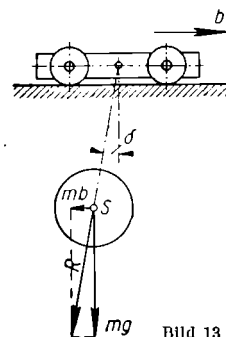

Bild 13
a) Unter welchem Winkel δ gegen die Lotrechte (Bild 13) schlägt dabei die frei herabhängende Lastkette aus, wenn sie am unteren Ende eine Last 1800 kp trägt (Eigengewicht der Kette werde vernachlässigt)?
Lösung: a) Die Massenträgheitskraft $P = mb$ der Last wirkt waagrecht, der Fahrtrichtung entgegen (Bild 13). Sie liefert mit dem Gewichte $G = mg$ der Last eine Mittelkraft R , in deren Schrägstellung die Lastkette einstellt.